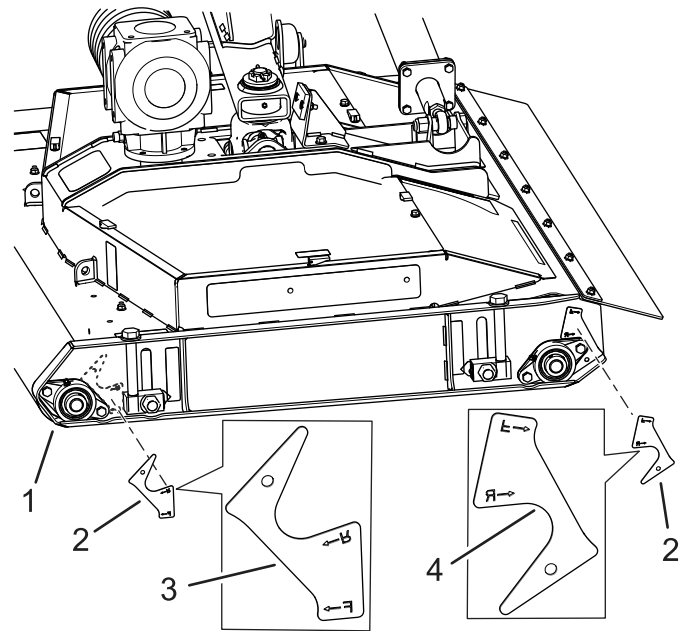

Figura 1
2. Allineate la dima come mostrato nella Figura 1 e contrassegnate la posizione dei fori.